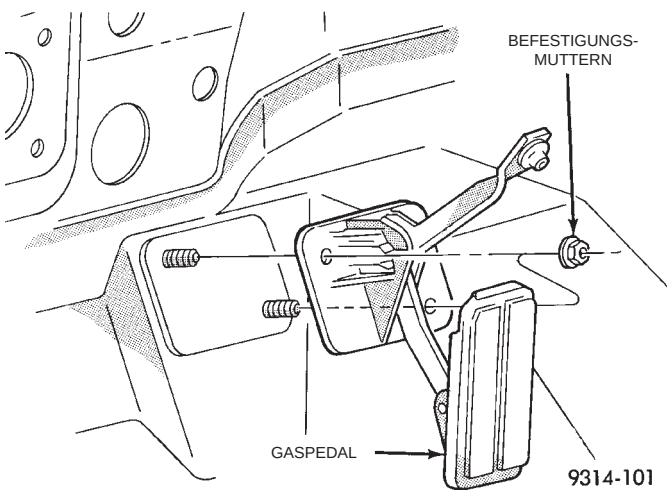

Abb. 31 Aus-/Einbau, Gaspedal
- (3) Vom Fahrzeuginnenraum aus die Muttern an der Gaspedal-Trägerplatte lösen (Abb. 31). Dann das Gaspedal und die Gaspedal-Trägerplatte aus dem Fahrzeug herausnehmen.